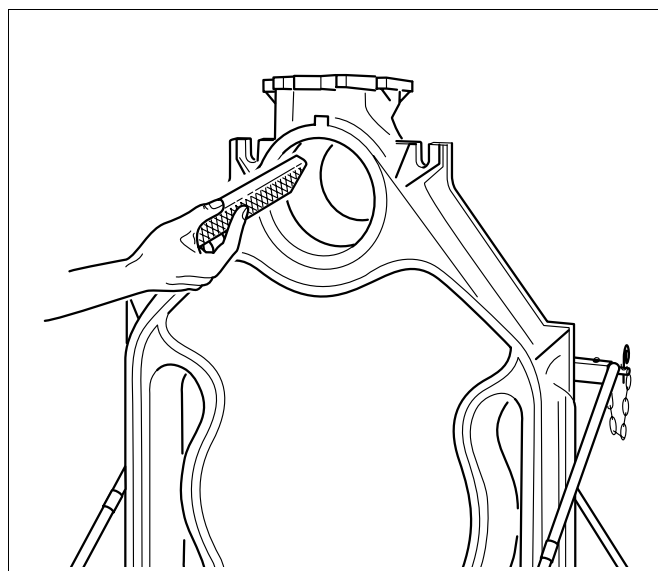

Fig. 12 Filing av grad
- Fjern eventuell grad på navene ved hjelp av en fil (Fig. 12).
- Fjern eventuell grad på navene ved hjelp av en fil (se Fig. 12, Side 19).